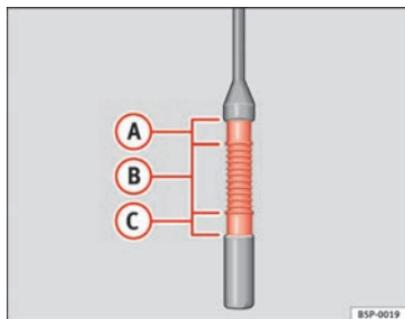

Fig. 158 Vareta de medição do nível de óleo.
- Em seguida, retire-a novamente e verifique o nível do óleo ⇒ fig. 158. Caso seja necessário, reponha óleo do motor.